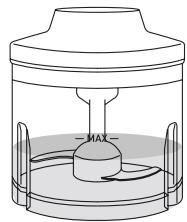

Fig.2
##### **ACCESORIO VARILLA (FIG.2):**
- Acoplar la varilla al cuerpo motor girándolo en el sentido que indica la flecha (Fig.2).